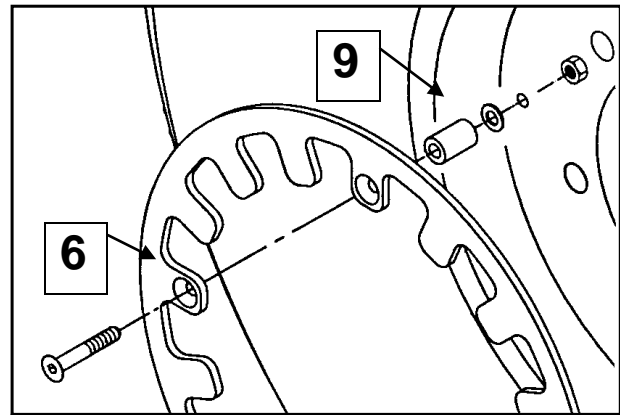

Рис.4
- Прикрутите кольцо к диску колеса через втулки (9) (Рис.4).
- С помощью подбора шайб выровняйте кольцо строго параллельно диску (Рис. 4).